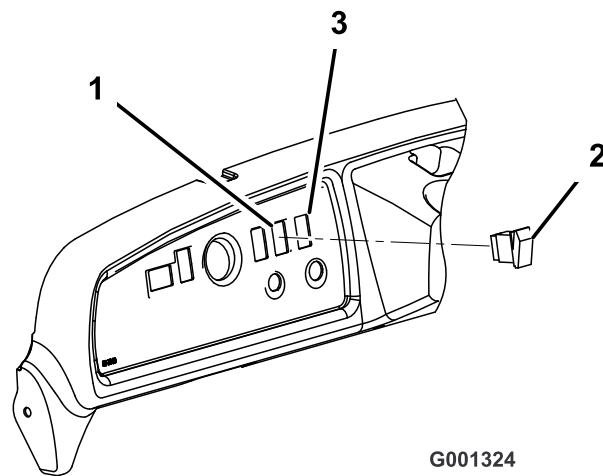

Figure 9
8. Enlevez l'obturateur de la planche de bord, sur la droite de la colonne de direction et au-dessus du commutateur à clé (Figure 9).
- Amenez la palette supérieure à la position 12 heures et insérez la commande de relevage de plateau dans l'ouverture de la planche de bord (Figure 9).